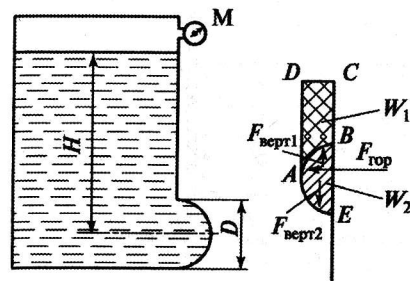

Рис. 3.16
**Задача 3.16.** На плоской боковой поверхности резервуара имеется полусферическая крышка-трап (рис. 3.16). Высота жидкости над центром трапа  $H$ , показание вакуумметра, установленного на резервуаре,  $p_v$ . Определить результирующее давление на крышку трапа, если  $D = 0,6 \text{ м}$ ;  $H = 3,5 \text{ м}$ ;  $p_v = 0,5 \cdot 10^5 \text{ Н/м}^2$ ;  $\rho = 10^3 \text{ кг/м}^3$ ;  $g \sim 10 \text{ м/с}^2$ .